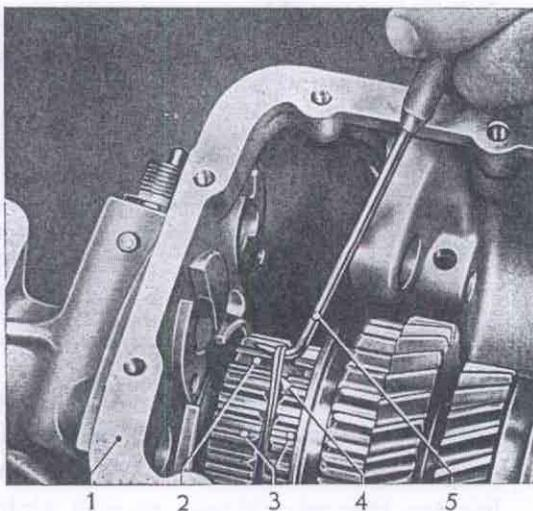

Bild 72 – Gummiband, das zur Montage der Gleitsteine benötigt wurde, durchreißen und entfernen
23. Nach Einbau des Hauptwellen-Zahnradblockes und Einsetzen des Sprengringes in das Getriebegehäuse muß, falls vorher der Hauptwellen-Zahnradblock zerlegt wurde, das aufgeschobene Gummiband (72/4) vom Synchronkörper für den 1. und Rückwärtsgang (72/3) durchgerissen und entfernt werden (Bild 72). Hierzu ist zweckmäßig der 1. Gang einzuschalten, damit das Gummiband mit einer umgebogenen Reißnadel leicht gefaßt werden kann. Dabei beachten, daß das Gummiband nicht nach unten in das Getriebegehäuse fällt.